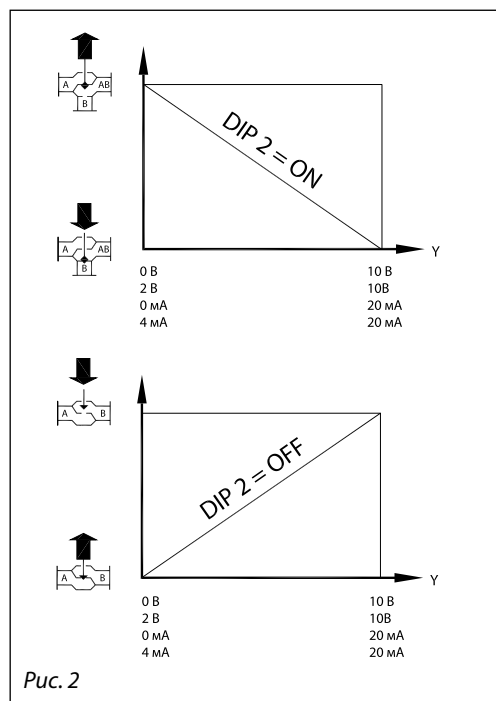

Рис. 2
- позиция FAST — 3 (4) с/мм (см. технические характеристики);
**Переключатель 2: DIR/INV — прямое или обратное направление движения штока (рис. 2):**